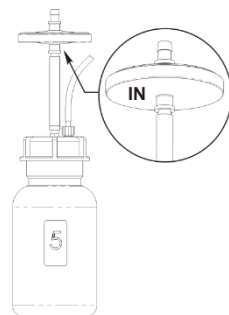

Рисунок 11. Установка фильтра
- 9.6. Замена гидрофобного фильтра (рис. 11).
Внимание! Соблюдайте расположение фильтра согласно рис. 11. Обозначение **IN** должно быть расположено на стороне входной трубки (ближе к бутылки-ловушке).